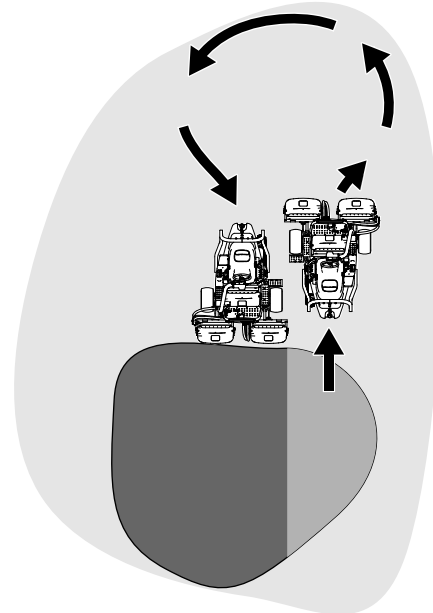

Figura 29
6. Para reduzir o tempo de funcionamento e facilitar o alinhamento para o próximo passo, oriente a máquina momentaneamente para a direção contrária, virando depois a máquina na direção da zona por cortar. Este movimento é uma volta em forma de gota (Figura 29) que alinha rapidamente a máquina para a próxima passagem.